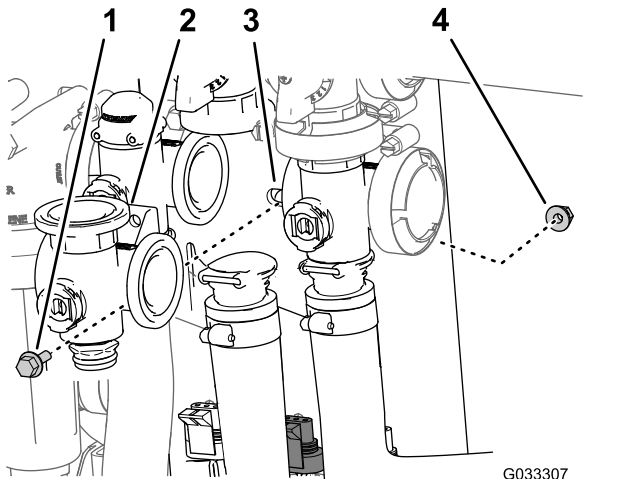

Bild 65
- Entfernen Sie die Bundkopfschraube und die Sicherungsbundmutter, mit denen das Rührwerkventil an der Ventilhalterung befestigt ist, und entfernen Sie den Ventilverteiler von der Maschine (Bild 65).